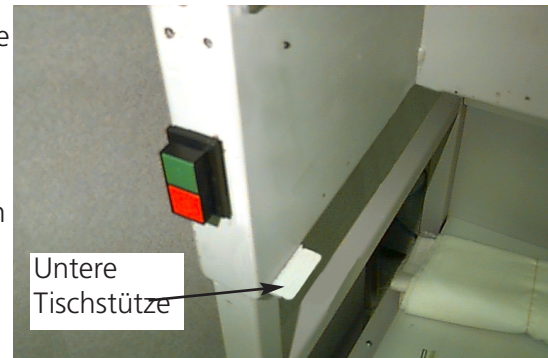

Abbildung 2-9
1. Den Maschinentisch senken, indem das Vorderteil des Tisches angehoben und gegen Sie gezogen wird. Legen Sie die Tischplatte auf die unteren Tischstützen (Abb. 2-9) und schieben Sie den Tisch nach hinten bis die Tischplatte einrastet.